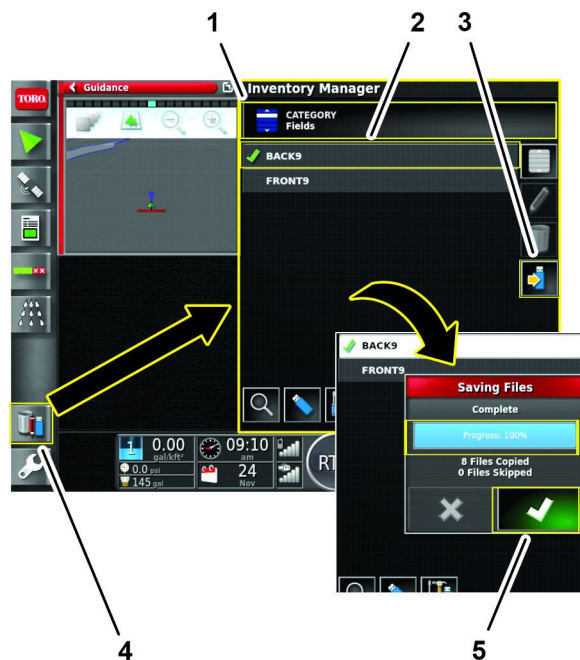

Figura 70
2. Pulse el icono ADMINISTRADOR DE INVENTARIO, y luego el icono TIPO DE CATEGORÍA (Figura 70).
4. Pulse el icono PARCELA para ver los perímetros que está fusionando en la máquina Nº 1, pulse el icono GUARDAR SELECCIÓN EN USB y pulse el icono Confirmar (Figura 70).